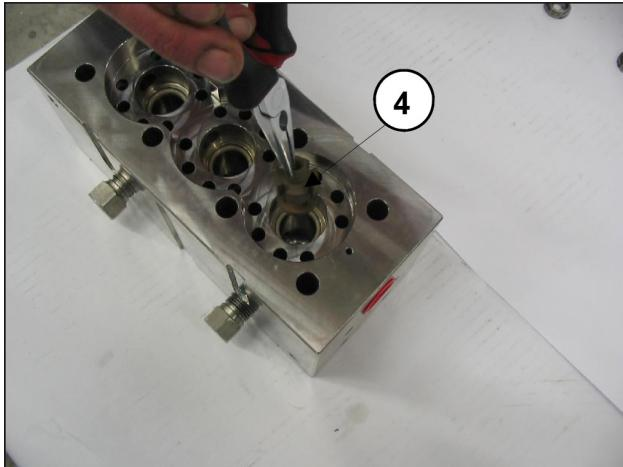
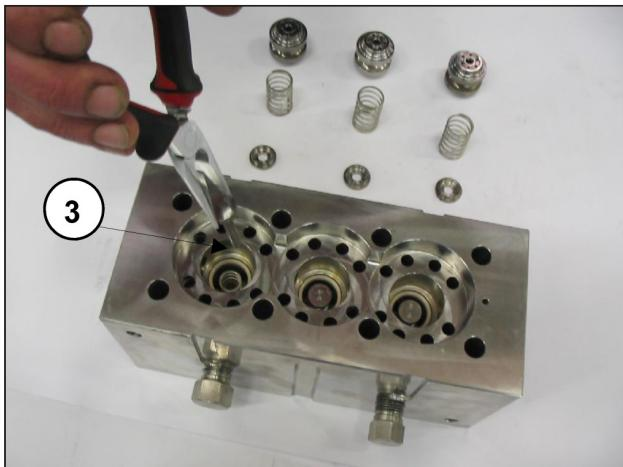

Fig. 26
Fig. 27
- Estrarre i piattelli di mandata ③ e le rispettive guide ④ con relative molle, come indicato in Fig. 26 e Fig. 27, controllare il loro stato di usura ed eseguire se necessario eventuali sostituzioni, e comunque negli intervalli indicati nella tabella "MANUTENZIONE PREVENTIVA" di capitolo 11 del *Manuale uso e manutenzione*.